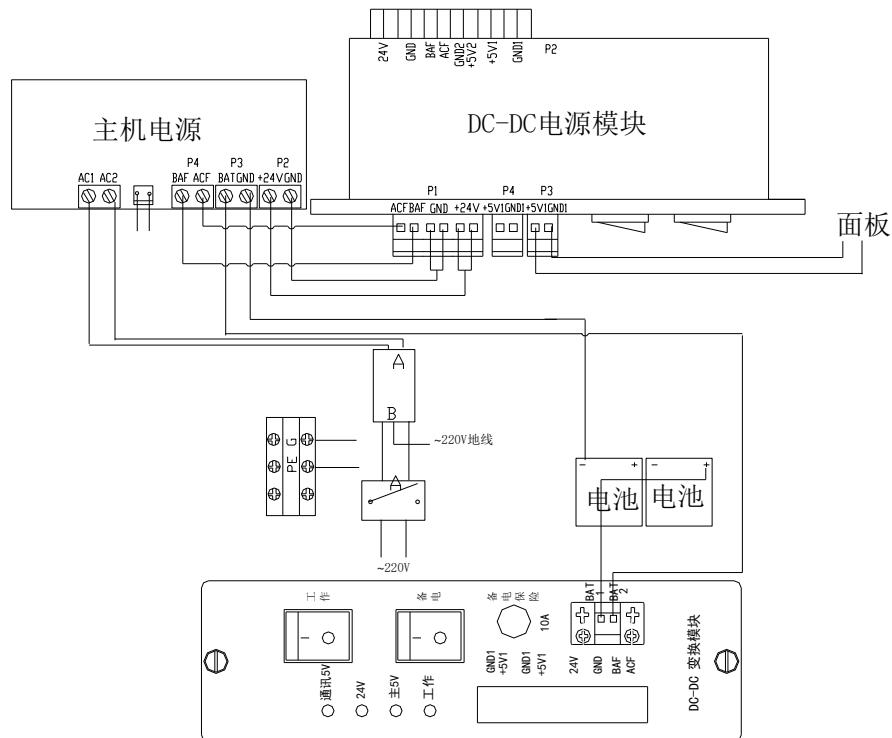

图 3-13 DH9000/T 和 DH9000/G1 监控设备电源配置
**2、琴台式 DH9000/T 和柜式 DH9000/G1 监控设备电源配置包括主、备电两部分，包括主机电源、DC-DC 电源模块、变压器、蓄电池等如图 3-13 所示；主、备电电压为：**